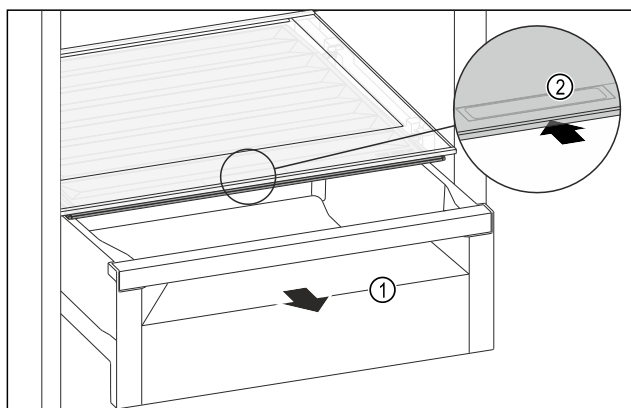

Fig. 140
- ▶ Zásuvku Fig. 140 (1) vytáhněte.
- ▶ Uchopte prohlubeň pro rukojeť Fig. 140 (2) na víko zásuvky a současně zasuňte víko zásuvky směrem dozadu.